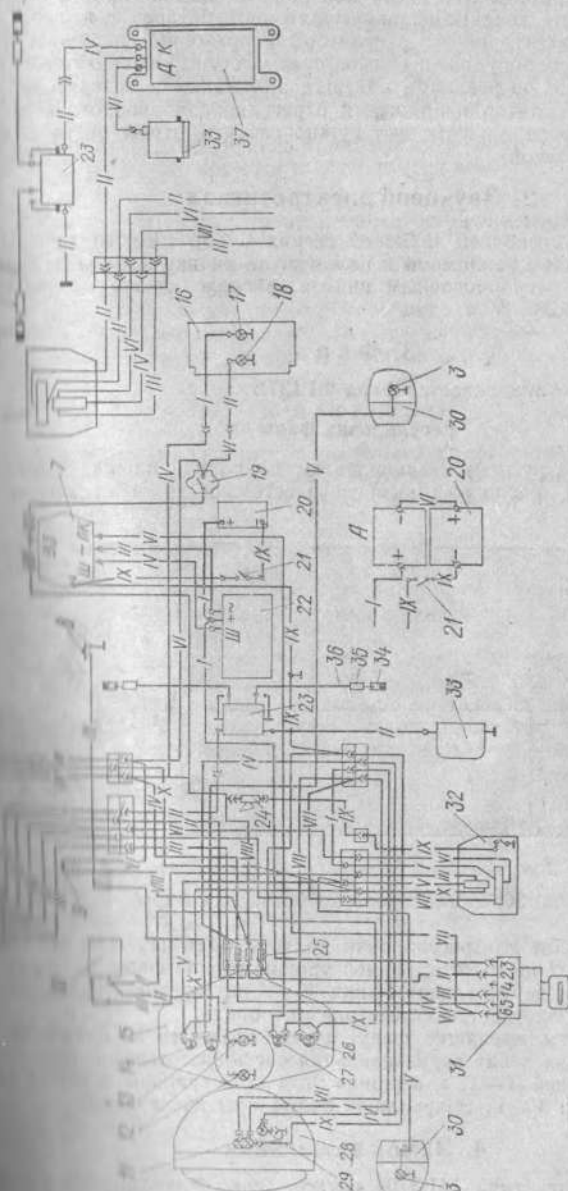

Рис. 29. Схема электрооборудования мотоцикла.
Электрооборудование мотоцикла (рис. 29) состоит из источников и потребителей электрической энергии, вспомогательных приборов и электрической сети.
**Примечание.** На рис. 29 (внизу) приведена схема подключения электронной системы зажигания, где на поз. 33 показан магнитоэлектрический датчик, на поз. 34 — электронный коммутатор.